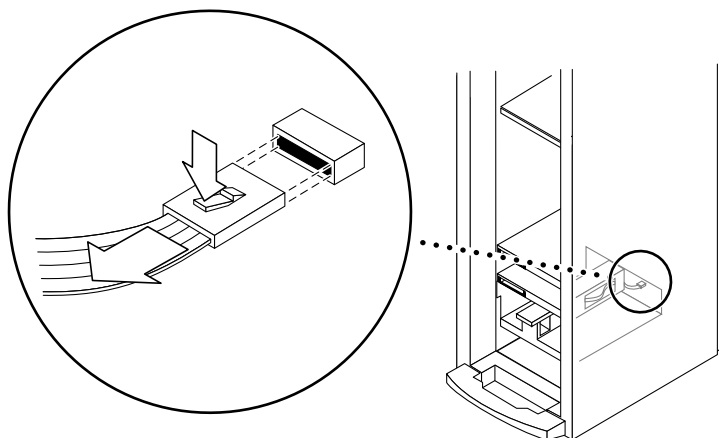

図 12-28 LED ケーブルの取り外し — Sun Fire 3800 システム
7. システムの正面から、LED ケーブルを外します (図 12-28)。
10. LED ケーブルを再度接続します (図 12-28)。